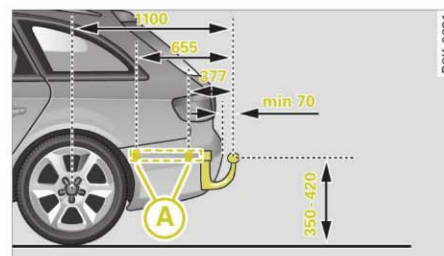
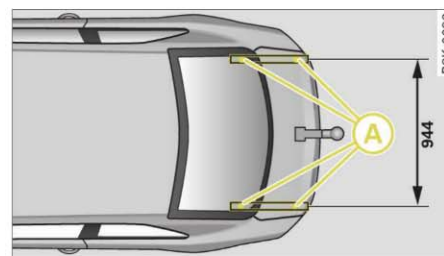

Fig. 212 Amplasarea punctelor de fixare, imagine din lateral
Fig. 213 Amplasarea punctelor de fixare, imagine de sus
Punctele de fixare, marcate în imagini ⇒ fig. 212 și ⇒ fig. 213 cu ⑪, se găsesc în partea de jos a autovehiculului.